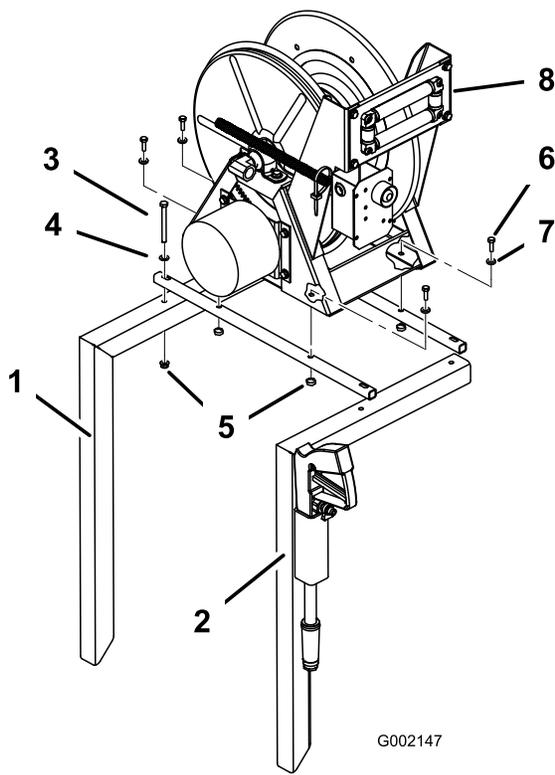

Bild 5
- Befestigen Sie die zwei Befestigungsrohre der Schlauchtrommel mit vier Schrauben (5/16 x 3-1/4 Zoll), vier Scheiben (Außendurchmesser von 11/16 Zoll) und vier Bundmuttern (5/16 Zoll) oben an den Schlauchrahmen (Bild 5). Ziehen Sie die Befestigungen nicht ganz fest an, um eine spätere Einstellung zu ermöglichen.
6. Montieren Sie die Schlauchtrommel mit 4 Bundbolzen ((5/16 x 1-1/2 Zoll), vier Scheiben (Außendurchmesser von 7/8 Zoll) und vier Bundmuttern ((5/16 Zoll)) an den Befestigungsrohren der Schlauchtrommel (Bild 5). Ziehen Sie die Befestigungen nicht ganz fest an, um eine spätere Einstellung zu ermöglichen.